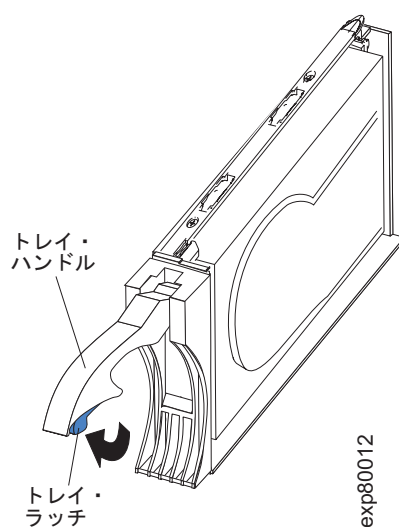

図 80. E-DDM CRU ハンドル
- b. 図 80 に示すように、トレイのハンドルを、開いた位置になるように引き出します。
- a. 145 ページの図 80 に矢印で示されているように、トレイ・ハンドル下部の内側を押して、E-DDM CRU のラッチを解放します。